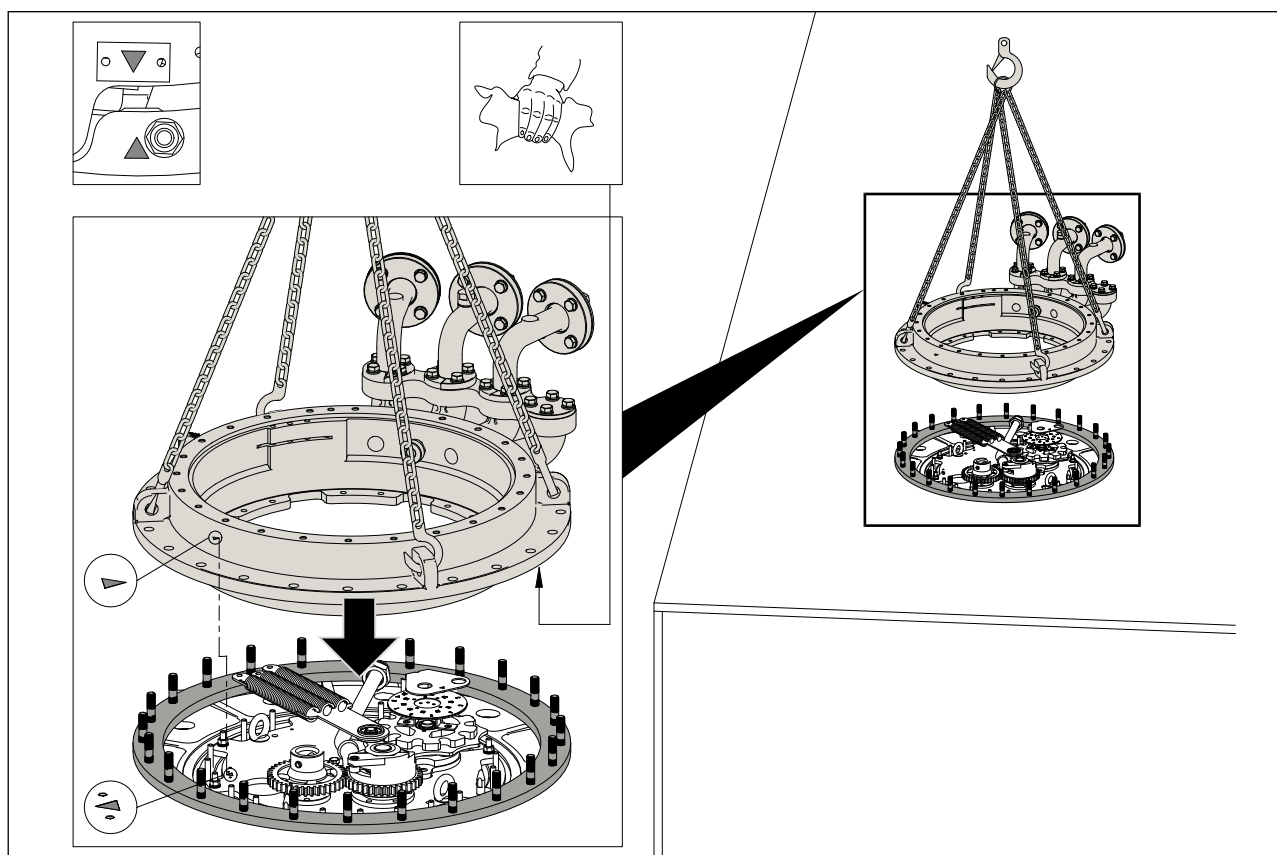

图 5-13 对齐安装法兰
- 吊起 OLTC 安装法兰，将其孔与变压器安装法兰上的螺栓对齐。然后放下 OLTC 安装法兰，确保其牢固地固定在变压器安装法兰上（见图 5-13）。